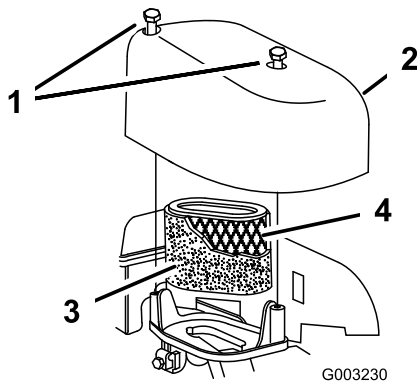

Figure 34
2. Retirez les vis de fixation du couvercle du filtre à air (Figure 34).